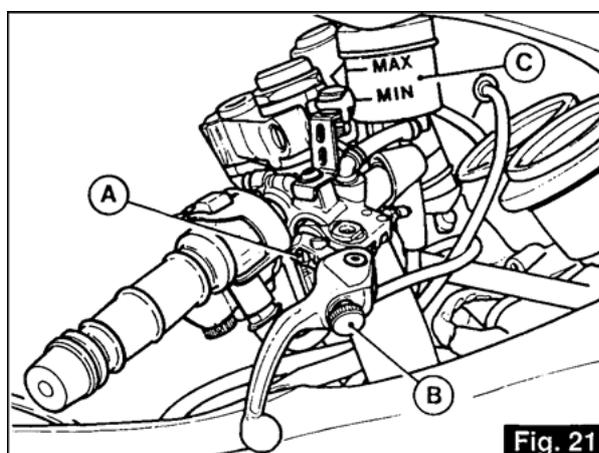

Fig. 21
5.2 RÉGLAGE DU LEVIER DE FREIN AV (fig. 21)